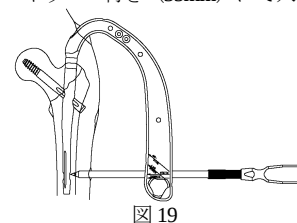

図 19
- 17) ロックングスクリュー用スリーブとロックングスクリュー用ドリルスリーブを組み付け、ターゲットデバイスのつまみでスリーブを確実に固定し、ロックングスクリュー用オウルにて外側皮質を穿孔します。(図 19)